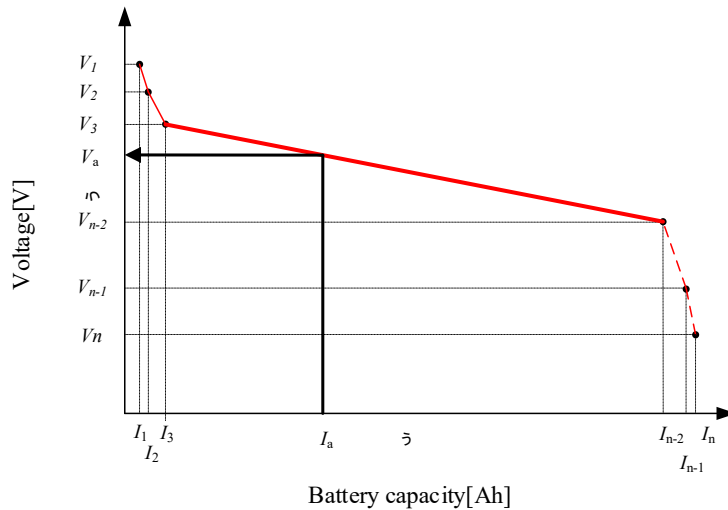
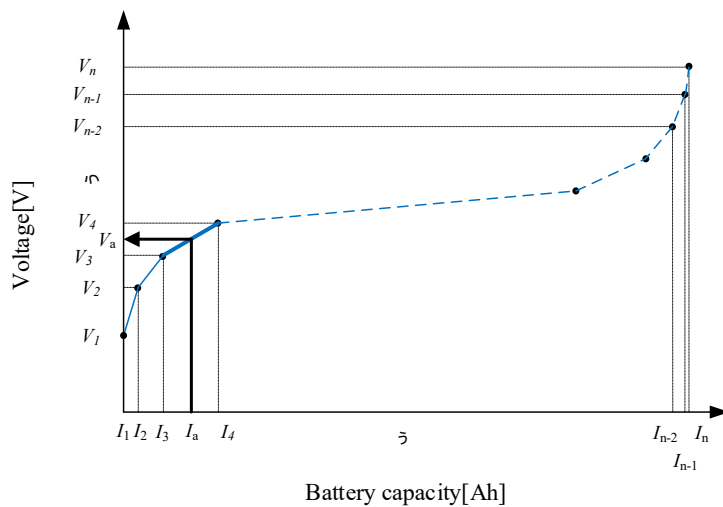

图1 线性插补模式（放电时的操作）
图2 线性插补模式（充电时的操作）
- 相当于图1、图2中的n的设置。如果执行上述命令，以前设置的充放电特性则会被初始化。
- 如图1所示，为放电特性时，设为电压从V1向着Vn降低。
- 如图2所示，为充电特性时，设为电压从V1向着Vn升高。
- 如图1、图2所示，无论是充电特性还是放电特性，都设为电流积分值从Ah1向着Ahn升高。请设置开始模拟后的电流积分值（不是电池的剩余容量）。